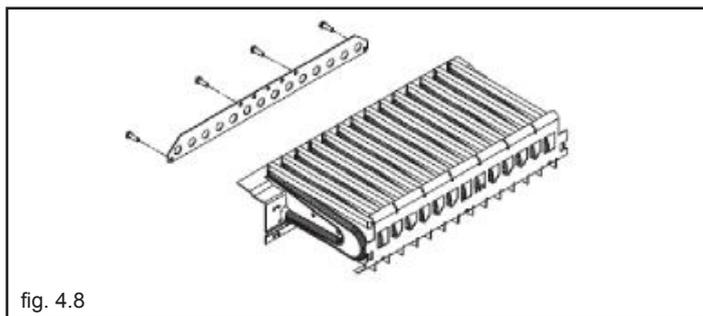

fig. 4.8
- se trattasi di trasformazione da gas metano a GPL, fissare la flangia bruciatore contenuta nel kit utilizzando le relative viti (fig. 4.8)
- se trattasi di trasformazione da gas GPL a metano, rimuovere la flangia bruciatore (fig. 4.8)